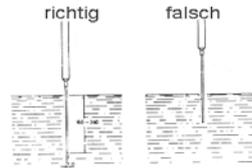

Abb. 7
- * Bei Temperaturmessungen mit anderen K-Fühlern in Flüssigkeiten oder geschlossenen Behältnissen ist zum Erhalt einer genauen Temperaturmessung die Temperatursonde möglichst weit einzutauchen bzw. einzuführen (Abb. 7).